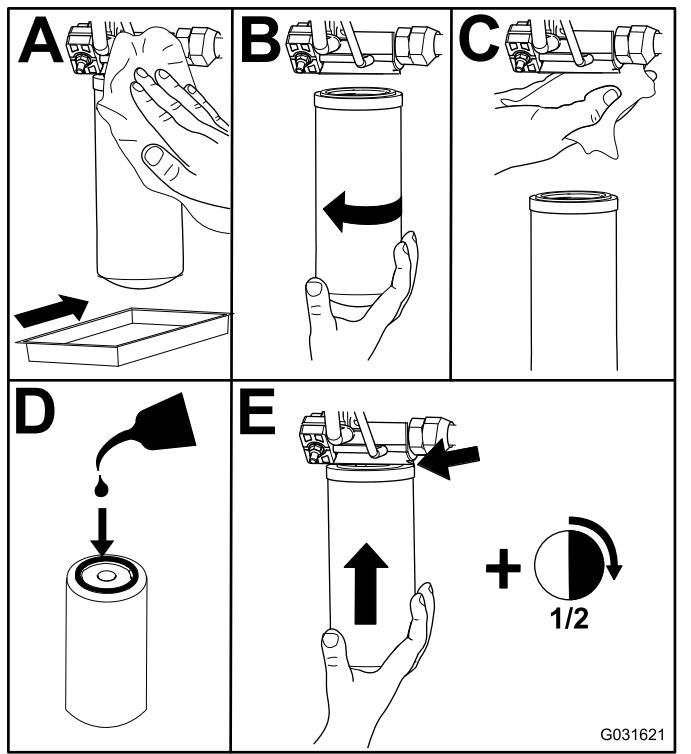

Bild 87
- Tauschen Sie die Hydraulikfilter aus (**Bild 87**).